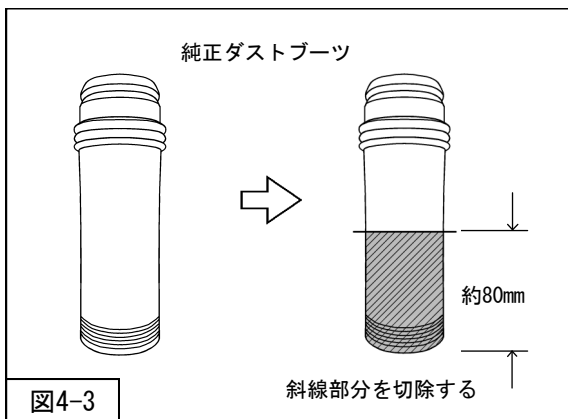

図4-3
3. リアショックアブソーバASSYから純正ダストブーツを取外し、図の位置で切除してください。（図4-3）